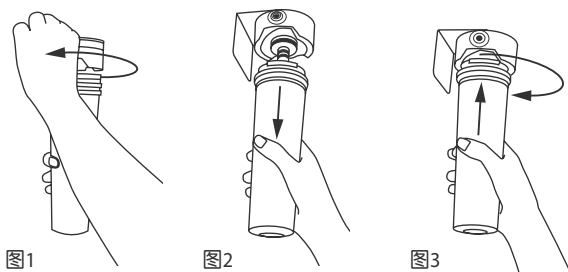

图22 更换过滤器
- 2 如下面图22中的图1所示把滤芯从滤筒上拉下来（在建议的方向安装时为向下拉）。